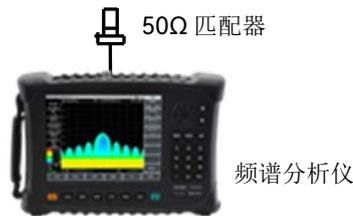

图 12-10 显示平均噪声电平测试设置
- 1) 按图 12-10 所示将 50 Ω 匹配器连在频谱分析仪的射频输入端口上；